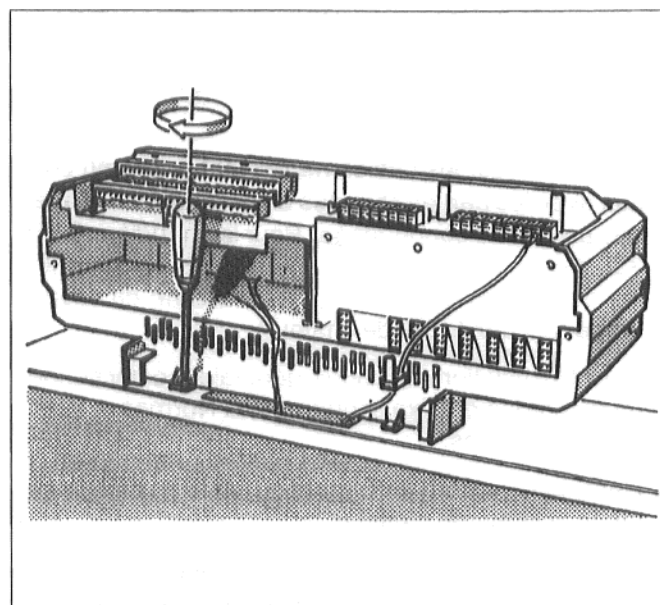

Fig. 16: Fixation du tableau de commande
- Fixer le tableau de commande à l'aide des 2 vis Parker par les équerres arrière du boîtier situées à côté du passage de câble (Fig. 16)